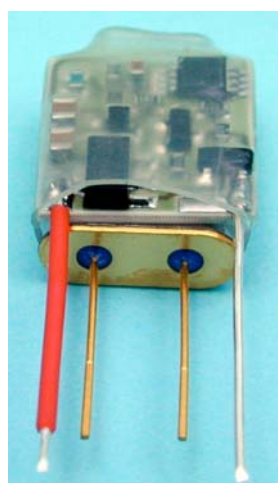

Bild 2
2. Schaltung auf den Quarz aufschrupfen (Bild 2), wobei auf nicht zu hohe Temperatur zu achten ist.
Bild / Figure 2